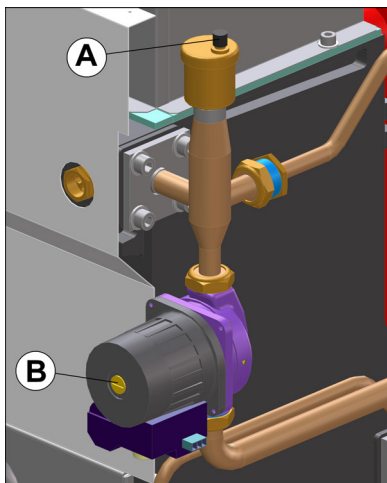

Fig. 7.1
- 6 Allentare il tappo della valvola di sfiato automatico (A in fig. 7.1).
- 6 Loosen the automatic bleed valve cap (A in fig. 7.1).
- 6 Aflojar el tapón de la válvula de purga automática (A en la fig. 7.1).
11 Procedere allo sfiato dell'aria nel circolatore allentando il tappo (B in fig. 7.1). Nel caso sia necessario eseguire lo sblocco del circolatore, togliere completamente il tappo e girare il rotore nel senso della freccia posta sulla targhetta.
11 Bleed off air from the circulator pump, loosening the cap (B in fig. 7.1). If the circulator needs to be unjammed, remove the cap completely and turn the rotor in the direction of the arrow on the plate.
11 Purgar el aire en la bomba de circulación aflojando el tapón (B en la fig. 7.1). En caso de que sea necesario desbloquear la bomba de circulación, sacar totalmente el tapón y girar el rotor en el sentido indicado por la flecha que se encuentra en la placa